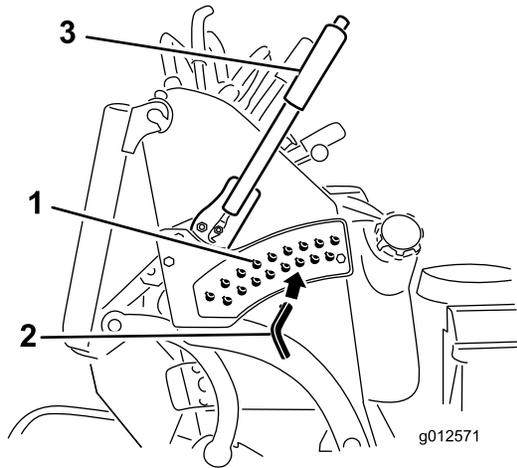

図 28
3. 刈高ブラケットについている穴から、希望する刈高に対応する穴を見つけ、その穴にピンを通す（図 28）。
4. 上部についているボタンを押して刈高レバーをピンまで下げる（図 28）。